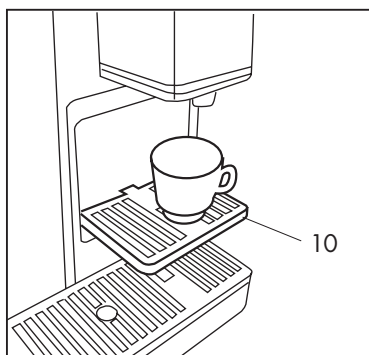

Fig.7
Per preparare correttamente un caffè espresso abbassare il supporto per tazza piccola (10) **(Fig. 7)**